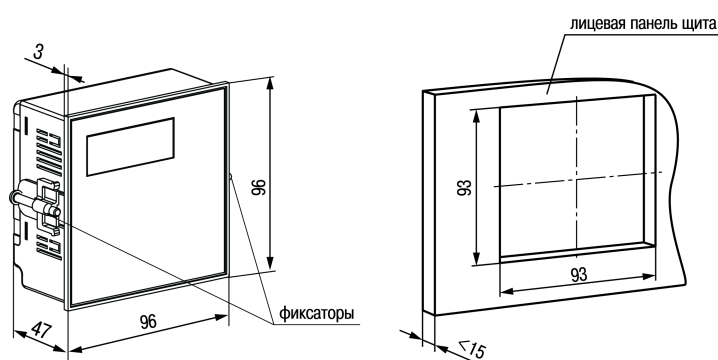

Рисунок 4.4 – Габаритные размеры корпуса Щ11
1. Подготовить на щите управления монтажный вырез для установки прибора (см. рисунок 4.4).